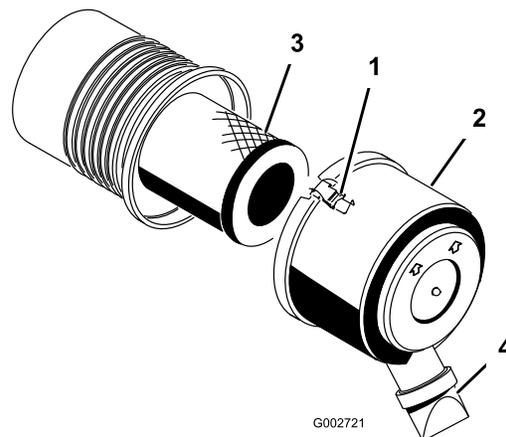

Figure 18
1. Desserrez les fixations qui maintiennent le couvercle sur le corps du filtre à air (Figure 18).